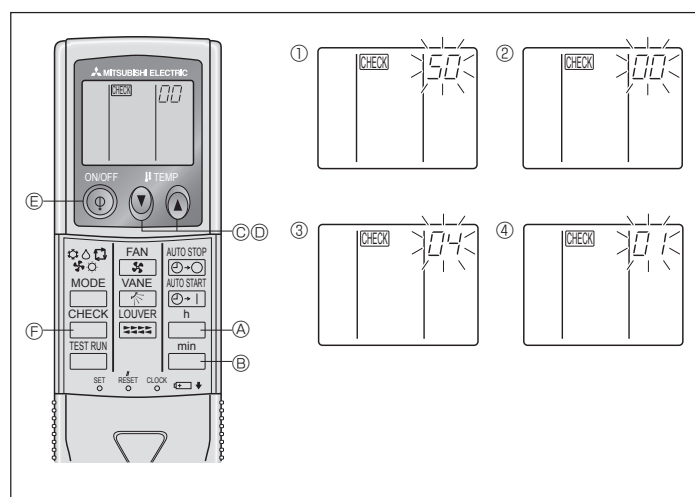

Fig. 6-10
- ⑧ Pulse el botón MODE **E** para que el modo y el número de configuración (**I**) y (**II**) estén continuamente activados y se pueda confirmar el contenido de la configuración.
- ⑨ Mantenga simultáneamente presionados los FILTER **A** y TEST RUN **B** durante dos segundos por lo menos. La pantalla de selección de funciones desaparece momentáneamente y aparecerá la visualización de desconexión (OFF) del acondicionador de aire.
2) Para controlador remoto inalámbrico (Fig. 6-10)